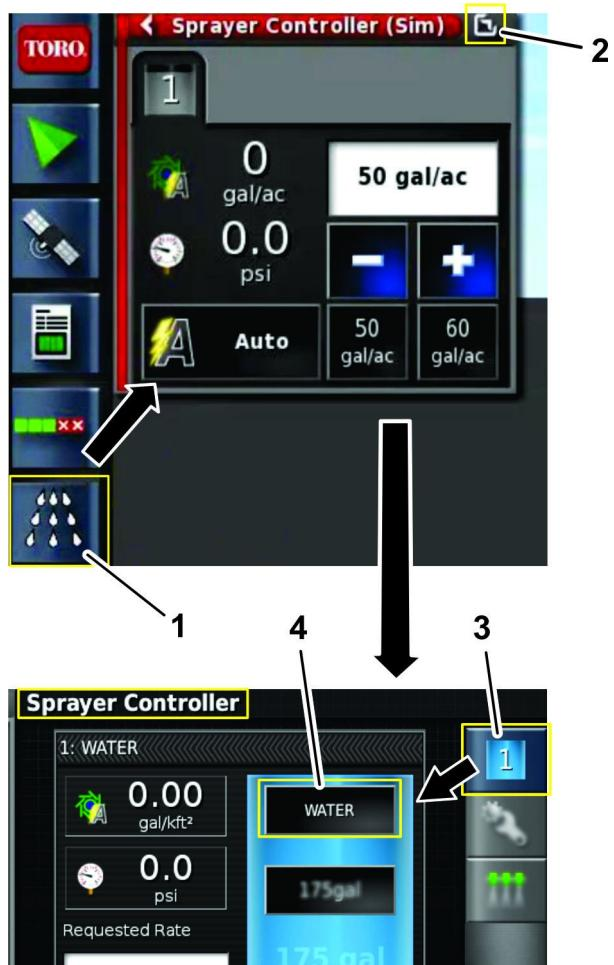

Figura 26
3. Premete l'icona Ecu 1 (Figura 26).
4. Premete l'icona cCONFIGURAZIONE PRODOTTO (Figura 26).
2. Premete l'icona Controllo dell'irroratrice ed espandete il pannello di controllo dell'irroratrice (Figura 26).